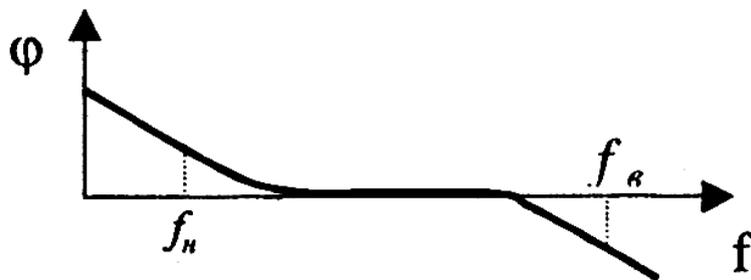

Рис. 8. Фазо-частотная характеристика (ФЧХ) усилителя
**Фазо-частотная характеристика (ФЧХ) усилителя** – это зависимость угла сдвига фаз между входным и выходным напряжениями от частоты. Типовая ФЧХ приведена на рис. 8. Она также может быть построена в логарифмическом масштабе.